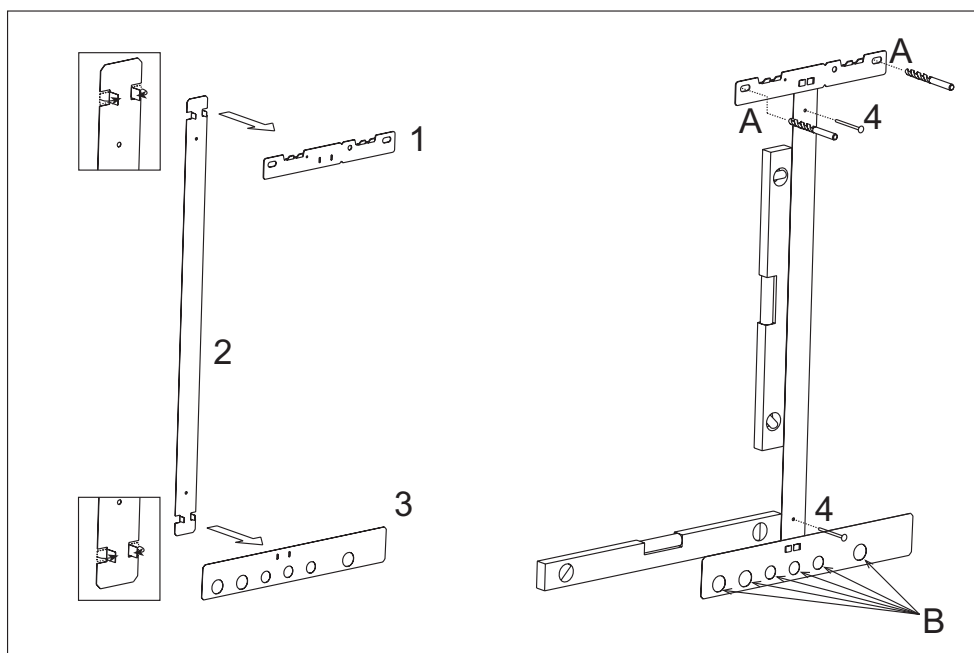

рис. 5 - Сборка металлического шаблона
- Свинтите шаблон (дет. 2 и 3) и кронштейн (дет. 1 рис. 5) вместе.рис. 5